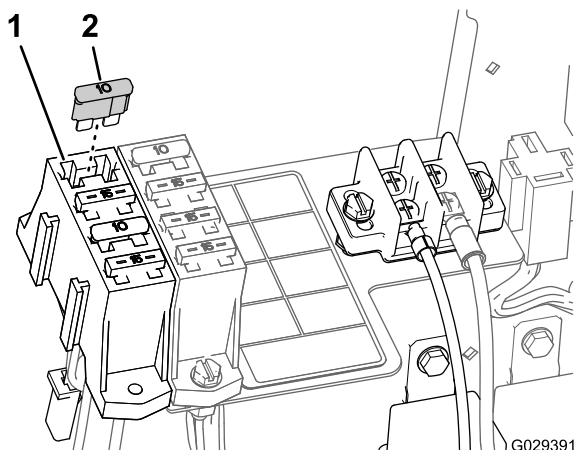

Figura 23
- Per una macchina con connettore con attacco a spina piatta nel portafusibili della macchina, installate un fusibile da 15 A nel portafusibili (Figura 23).